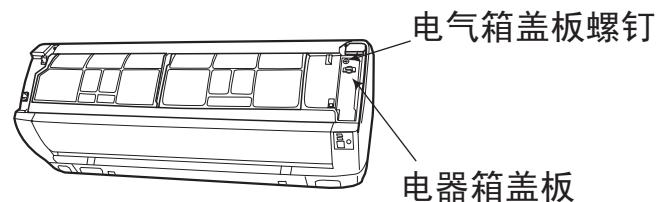
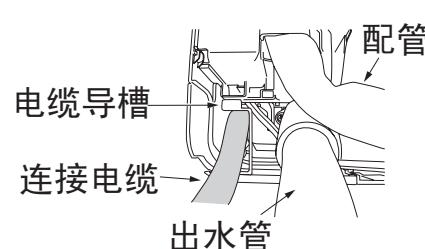

图14-2
图14-3
(2) 打开面板，拧下电气箱盖板固定螺钉，取下电气箱盖板。（如图14-2）
(3) 电线连接顺序
- 将连接电缆穿过电缆导槽从风室下盖板处穿出至电气箱接线端子处。（如图14-3）
- 连接电缆连接结束后，用螺钉将接线盖板固定（如图14-2）。
- 然后用手将面框右下角风室下盖板①、②处的勾子沿箭头相反方向推紧，装上风室下盖板，然后关上面板。